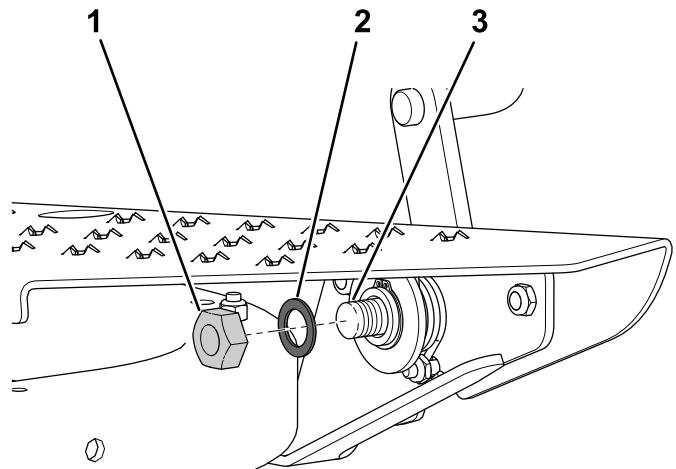

Figure 21
9. Fixez la pédale de verrouillage au repose-pied et au moyeu avec une rondelle plate ($\frac{5}{8}'' \times 1''$) et un contre-écrou ($\frac{5}{8}''$) ; voir Figure 21.